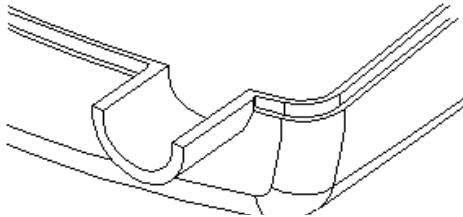

Рисунок 2.18 — Вибірка уздовж верхньої грані кришки
- виберіть зовнішні ребра верхньої грані твердого тіла, крім ребер бобишки під антену (рис. 2.18);